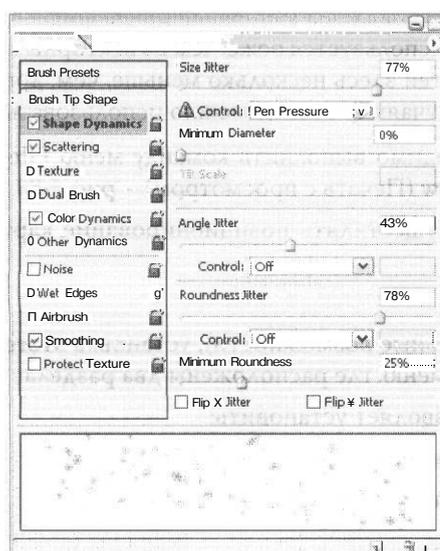

Рис. 5.85. Настройка изменения размера объекта по ходу мазка
**Shape Dynamics** → **Size Jitter** - здесь задаем изменение размера снежинки по ходу мазка (рис. 5.85).